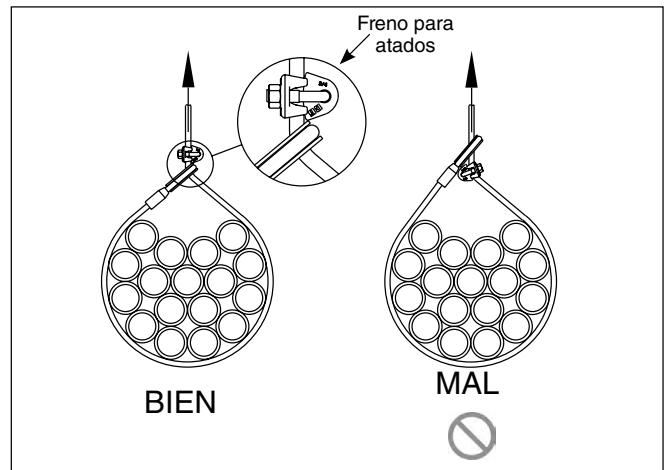

Figura 3
3. Después de la carga inicial, instale la grapa para atados. La orientación de la grapa sobre el cable vivo no es una consideración de importancia, siempre que el conjunto tenga el tamaño adecuado para evitar que pase a través de un guardacabos Crosby de tamaño adecuado y del guardacabos de tamaño inmediatamente superior. Inserte el perno en U a través de la grapa para atados. Coloque correctamente la base del perno en U e instale las tuercas (ver Figura 3). Use una llave de torsión para un ajuste parejo, alternando una tuerca y la otra hasta que el freno del atado asiente al cable y a la base de la grapa y se alcance la torsión recomendada (ver Tabla 1).